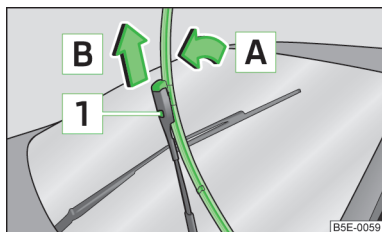

Fig. 205
- Écartez le bras d'essuie-glace du pare-brise » fig. 205.